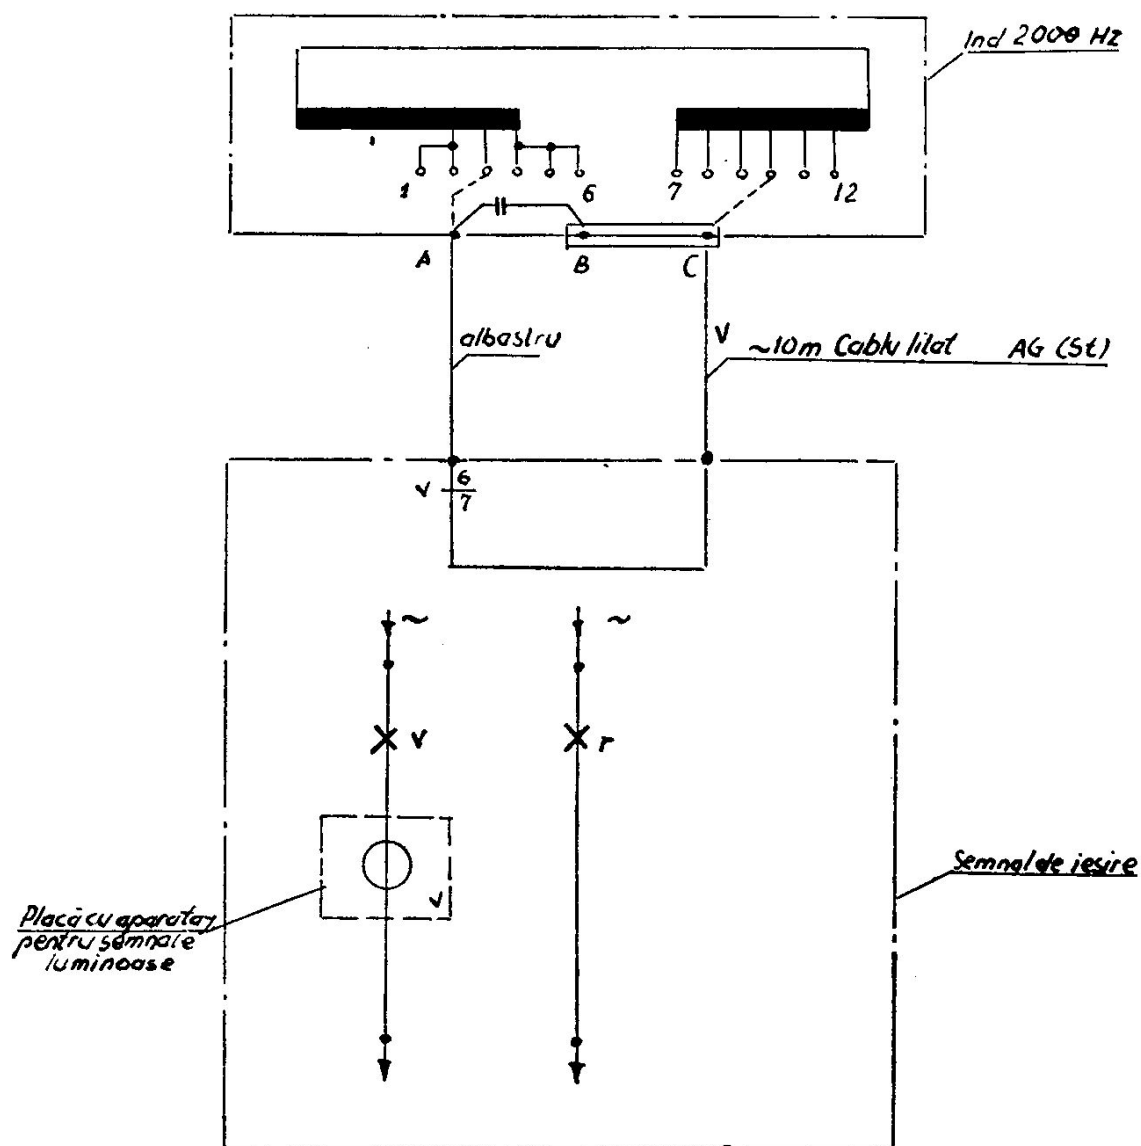

Fig. 62 Schema electrică și conectarea la semnalul de ieșire de la linia directă, pe secții fără B.L.A.
i) *Semnalul de „ieșire” de la linia directă pe secții fără B.L.A., echipat cu inductor de 2 000 Hz* (fig. 62).